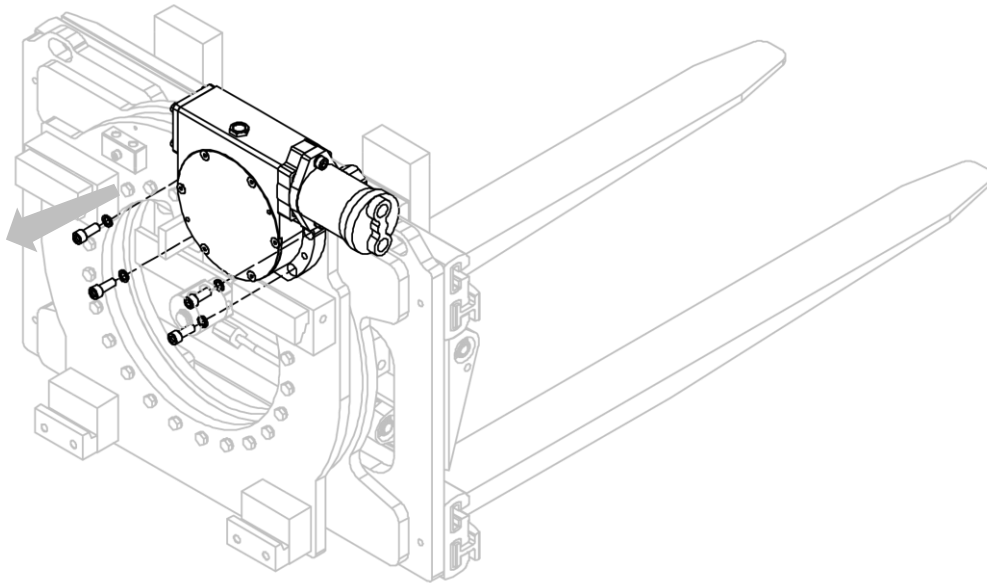

Figure 36
3. Retirer le groupe réducteur-moteur de la structure de l'équipement après avoir dévissé les vis correspondantes (voir *Figure 36*).